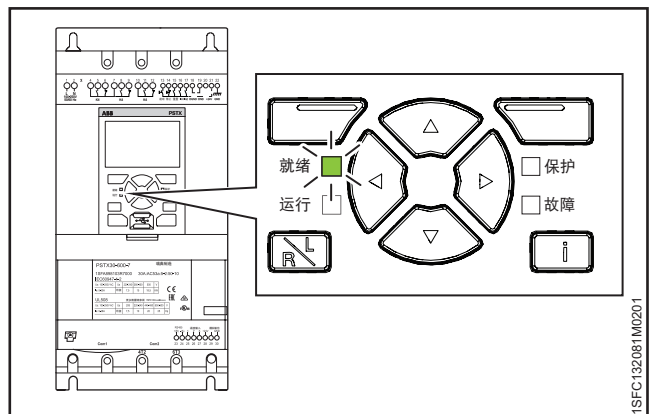

图 2.7
- HMI 上的绿色“就绪”LED 闪烁, 请参见图 2.7。